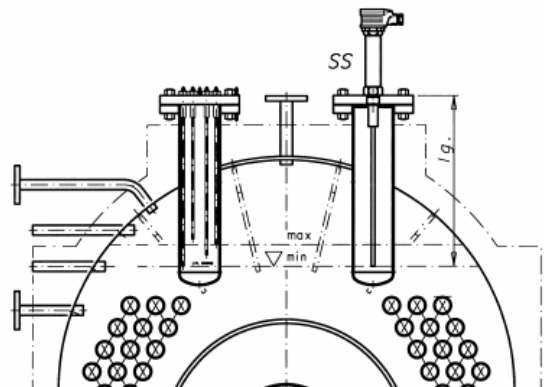

Fig. 2
**N.B.** – În cazul omologării cazanului în conformitate cu directiva 97/23/CE, cazanul este echipat cu un limitator de nivel minim SS omologat CE conform directivei 97/23/CE, categoria IV (fig. 2). Limitatorul este furnizat împreună cu manualele de instrucțiuni specifice.